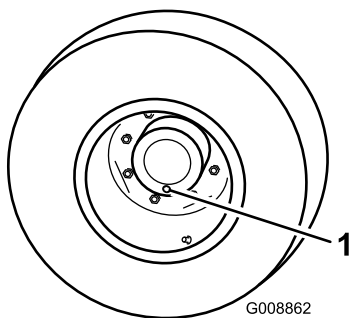

Figura 39
1. Con la macchina parcheggiata su una superficie piana, posizionate la ruota in modo che i tappi di controllo si trovino nella posizione inferiore (ore sei) (Figura 39).